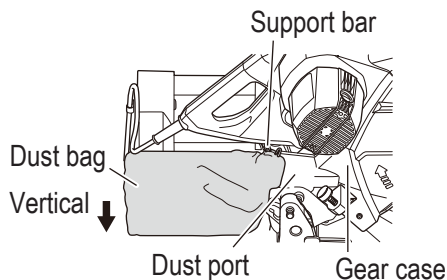

Fig. 7
#### (1) Installing the dust bag (**Fig. 7**)